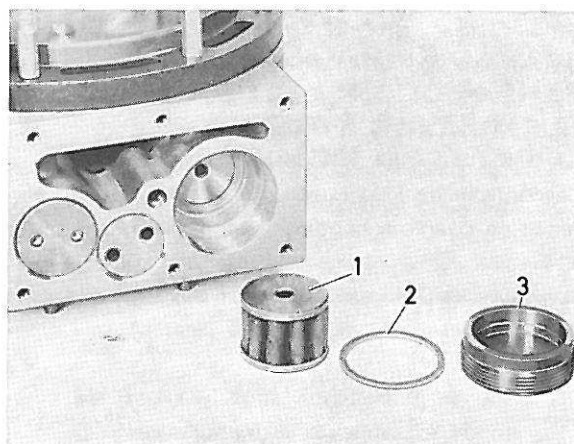

Figure 21. Filtre fin
2. Enlever le bouchon et retirer le joint et le filtre fin, voir figure 21.